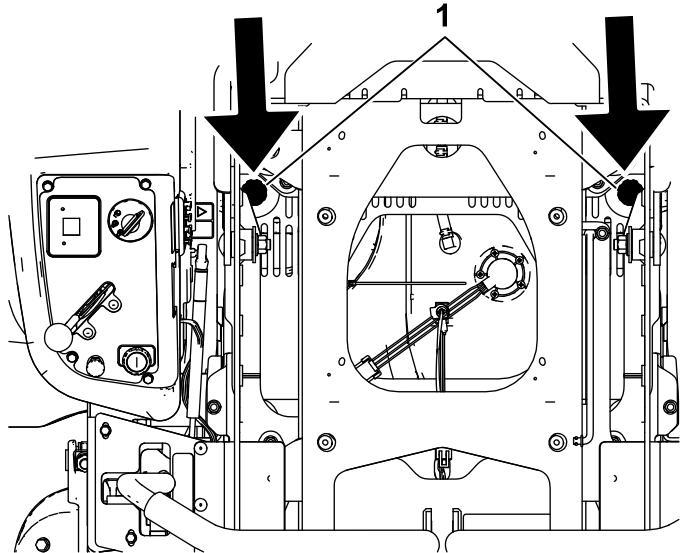

Bild 83
6. Klappen Sie den Sitz hoch und reinigen Sie den Bereich um jeden Peilstab und jede Hydraulikanlage (Bild 83).